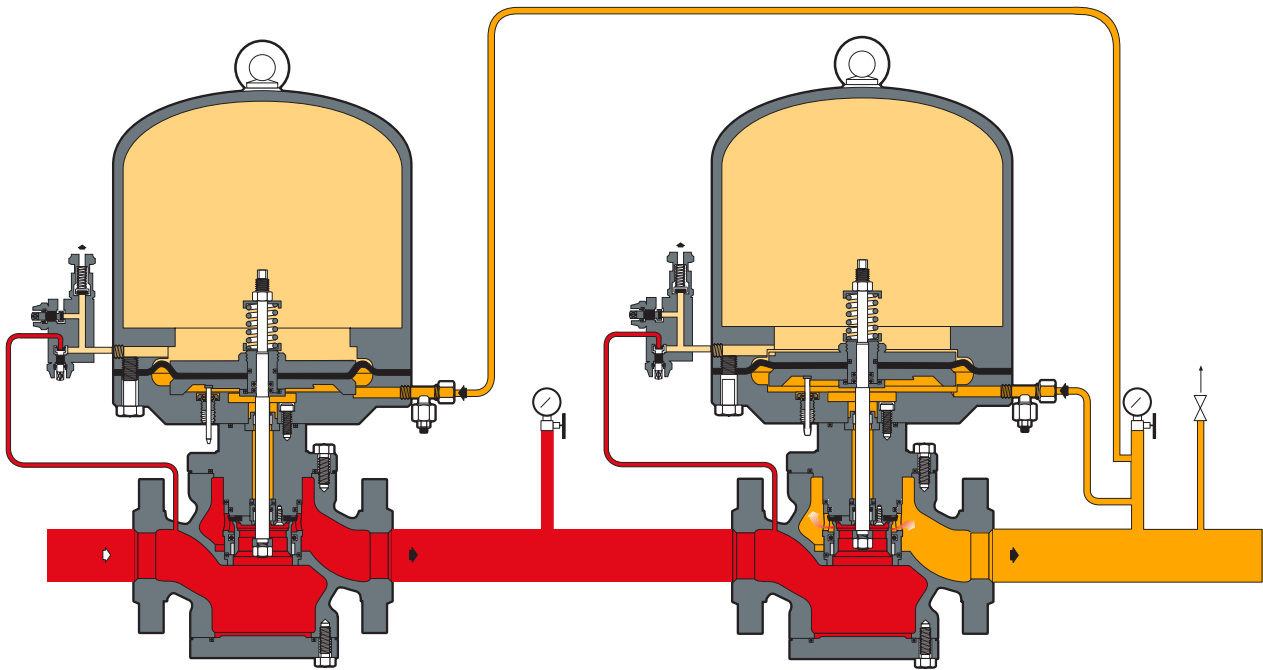

Fig. 4
In questa applicazione il regolatore di emergenza è installato a monte di quello di servizio ed è un regolatore in tutto uguale al regolatore principale (Fig. 4).
*In this solution, the monitor is installed upstream from the main regulator and it is identical to the main regulator (Fig. 4).*